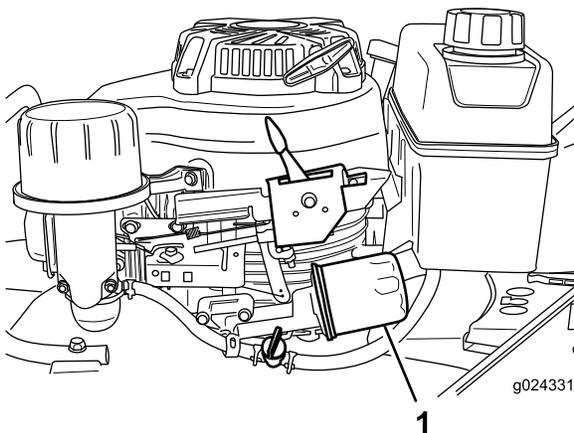

Bild 19
6. Legen Sie einen Lappen unter den Ölfilter (Bild 19), um das Öl aufzufangen, das ggf. beim Entfernen des Ölfilters ausläuft.